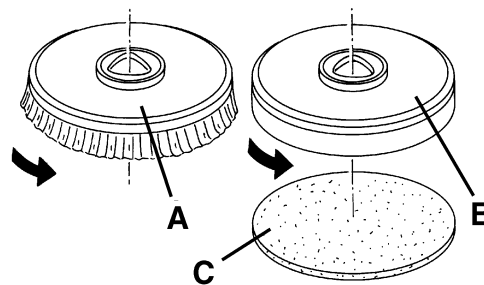

Abbildung 1
1. Netzkabel (3) vom Stromnetz trennen.
2. Die Bürste (A, Abb. 1) oder der Padhalter (B) unter dem Kopf (14) stellen.
3. Den Kopf mit dem Pedal (8) auf die Bürste/den Padhalter absenken.
4. Netzkabel (3) ans Stromnetz anschließen.
5. Zum Einrasten der Bürste oder des Padhalters Schalter (51) einige Sekunden betätigen.